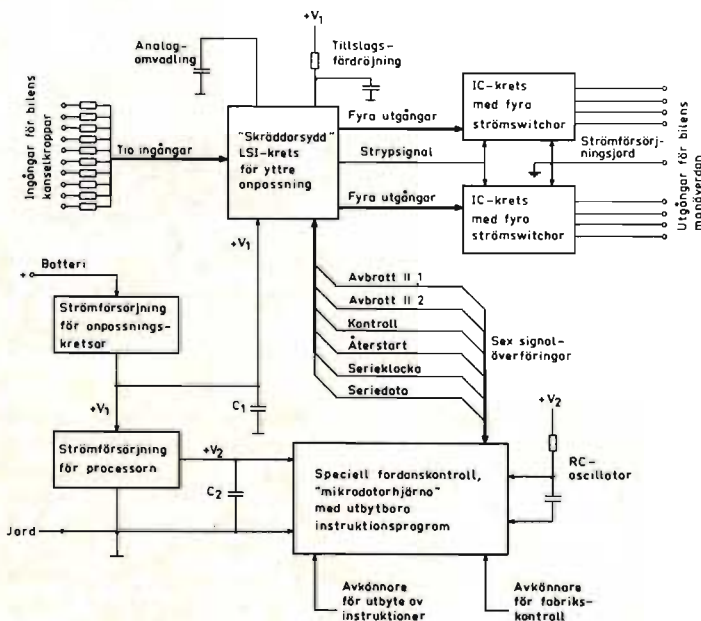

Fig 3. Ett framtida mikrodatorkrets för total fordonskontroll.
systemnivå är svåra att genomföra pga de ständigt varierande förutsättningarna för dessa komplexa kretsar som tillverkas i volymer om 100 000 stycken per månad. För en effektiv kostnadsbild måste varje systemledning, givare, påverkande omvandlare och elektroniska komponent ha ett funktionellt bidrag, vara funktionssäker och ha enklast möjliga fysiska utformning. Det förslag som här ges, visas i *fig 3*. Det har diskuterats fram med utgångspunkt i den motorkontrollenhet som snart kan realiseras.
*Fig 3* visar i ett generellt sammanhang hur utsidans signaler är anslutna till en motorkontrollenhet. Anpassningskretsarna innehåller de flesta av de signalbearbetande funktio-